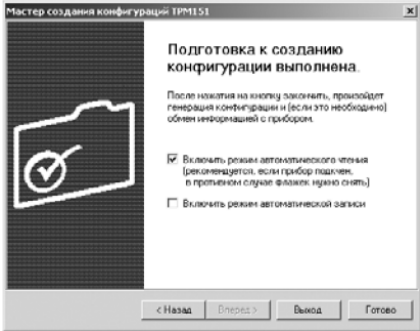

Рисунок 10.4
- Открывается окно, завершающее подготовку к созданию Конфигурации рисунок 10.4).